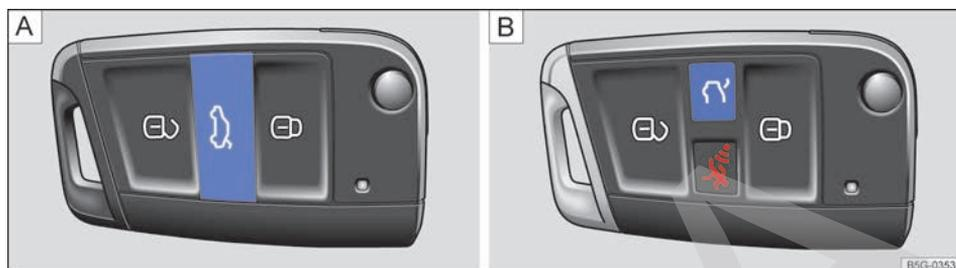

Fig. 68 En la llave del vehículo: tecla de desbloqueo del portón del maletero.
- Para desbloquear el portón del maletero, pulse brevemente la tecla  o  de la llave del vehículo → fig. 68 A o B.